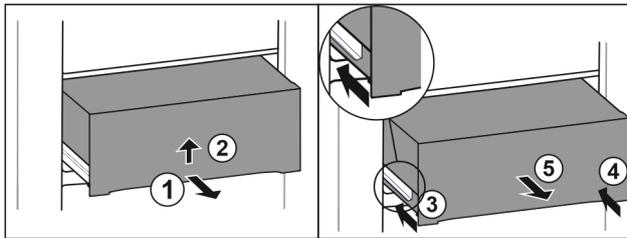

Fig. 48
- ▶ Lade er half uittrekken. Fig. 48 (1)
- ▶ Lade aan de onderkant optillen. Fig. 48 (2)
- ▶ Linker rail erin schuiven. Fig. 48 (3)
- ▶ Rechter rail erin schuiven. Fig. 48 (4)
- ▶ Lade naar voren toe verwijderen. Fig. 48 (5)